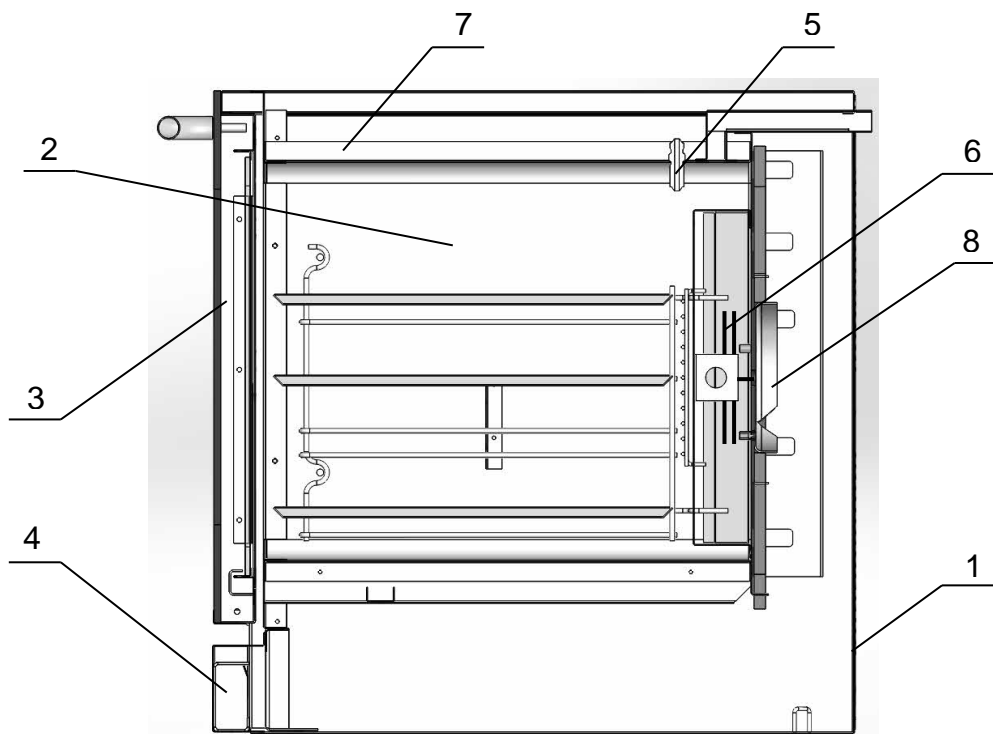

Рисунок 1. Электродуховка конвекционная в разрезе.
Электропечь (рис.1) состоит из наружной обшивки (1), рабочей камеры (2), стеклянной двери (3), пульта управления (4), а также полуавтоматической системы увлажнения (5). В рабочей камере размещен нагревательный элемент (6). Сама камера покрыта теплоизоляционным материалом (7). На задней стенке установлен электродвигатель с вентилятором (8), что позволяет производить равномерную выпечку.